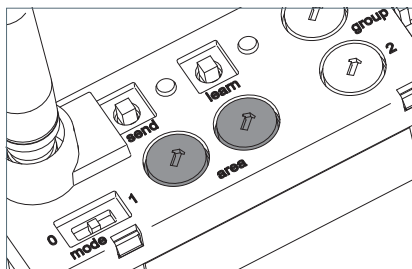

Fig. 15: Encoder rotativi "area".
- Impostare i due encoder rotativi "area" sull'indirizzo di area desiderato, vedi Fig. 15.